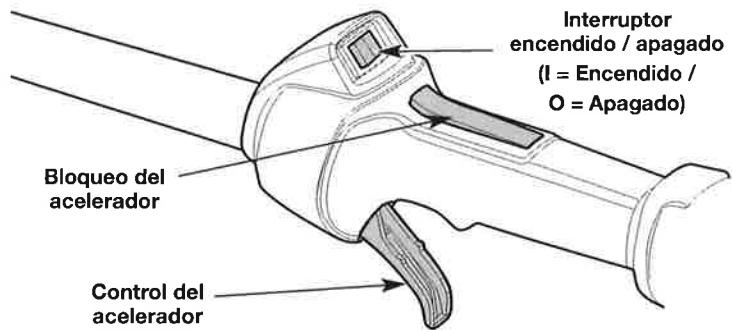

Fig. 15
**NOTA:** No hay necesidad de encender la unidad. El interruptor de Encendido/Apagado debe estar en la posición **Encendido (I)** en todo momento (Fig. 15).
5. Oprima y mantenga el bloqueo de acelerador. Apriete y mantenga apretado el control del acelerador (Fig. 15). Tire de la cuerda de arranque con un movimiento controlado y firme **5 veces** para arrancar la unidad (Fig. 17).
2. Oprima y no suelte el interruptor de control de Encendido y Apagado en la posición **Apagado (O)** hasta que el motor se detenga por completo (Fig. 15).
6. Oprima y mantenga el bloqueo de acelerador. Apriete y mantenga apretado el control del acelerador (Fig. 15). Eche a andar el accesorio Speed Start™ por intervalos no mayores de 2 segundos cada vez hasta que la unidad arranque.